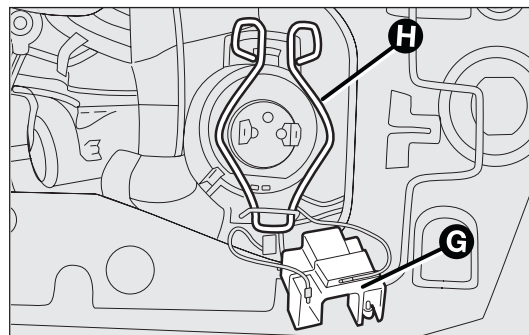

fig. 145
- asportare il connettore G-fig. 145;
- sganciare la molletta ferma lampada H-fig. 145;